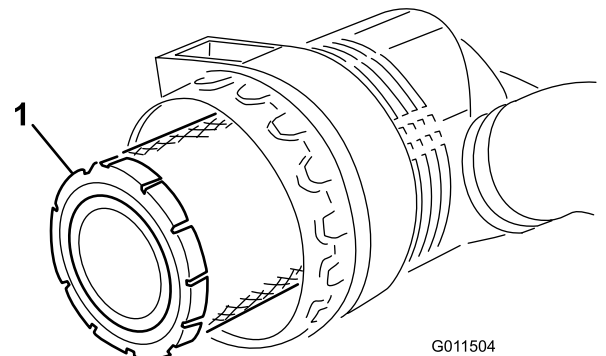

Figura 74
4. Retire y cambie el filtro primario (Figura 74).